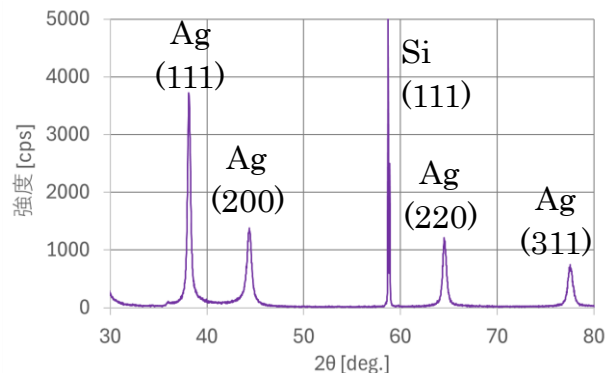
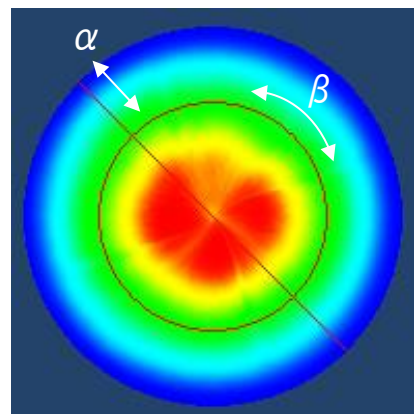

図 2 X 線回折パターン（ θ - 2θ 法）
図 3 Ag (111) 面の極点図
Si (111) ウェハ上にスパッタ法にて成膜された Ag 膜の X 線回折結果 (θ - 2θ 法) を **図 2** に示し、Ag (111) 面の極点測定結果を **図 3** に示します。測定は X 線回折装置である株式会社リガク製 SmartLab を用いて行いました。図 2 上の X 線回折パターンより、Ag 膜は様々な結晶面に対応したピークが見られていますが、各々の結晶面がこういった配向をしているかまでは分かりません。そこで、特定の結晶面（今回は Ag (111) 面）
に着目して極点測定を行うことになります。図 3 の極点図は、 α 、 β 角をスキャンして得られた強度をヒートマップで表しており、赤色の方に注目する結晶面が集中していることを示す。図の中心から見て同心円状に分布していることは、Ag (111) 面は基板垂直方向に向かって揃いつつ、その側面はランダムな向きに分布しているということを表しています。